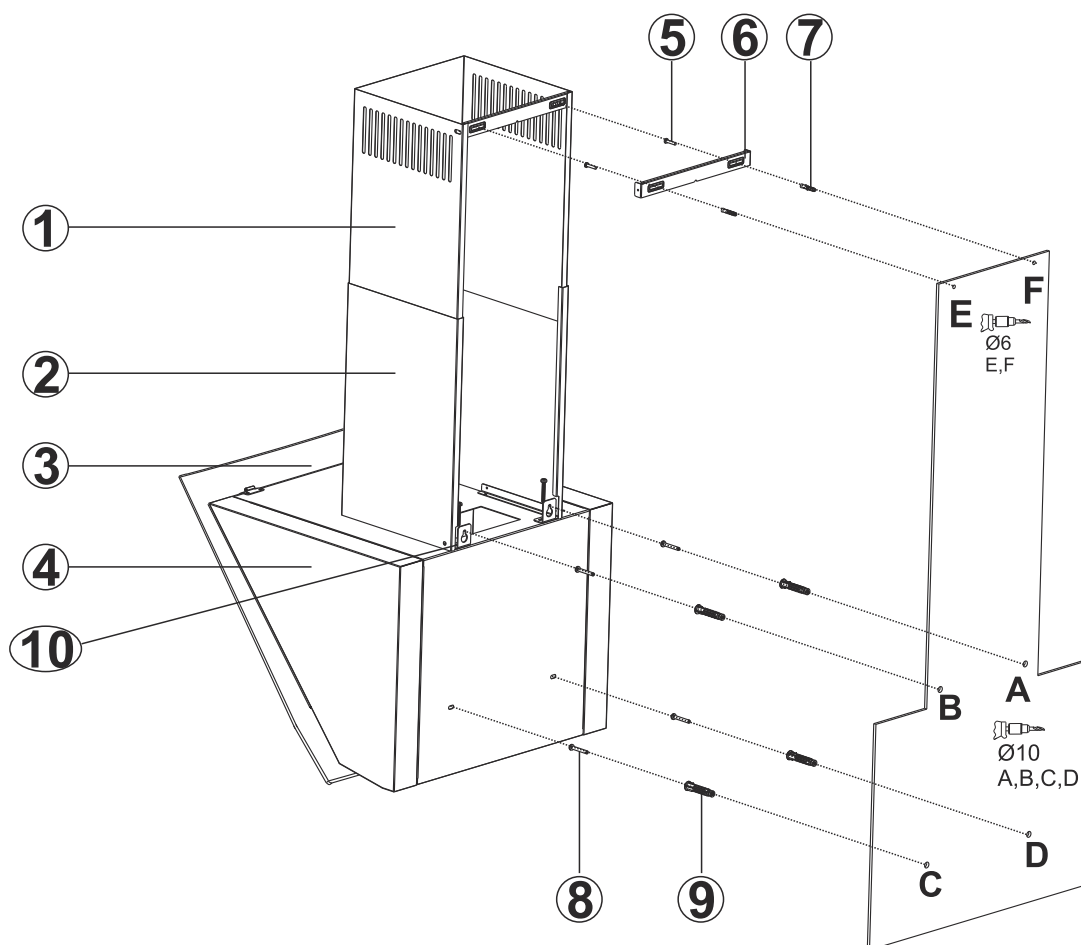

Fig. 8
- Fäst ritningen på väggen på önskad höjd av fläkten (observera våra rekommendationer gällande höjd mellan spishäll och fläkt). Märk ut punkterna A, B, C och D (Fig. 8).
- På punkterna A, B, C och D ska det borraras och tryckas i Ø10mm pluggar. Skruva därefter 2x5,5x60 skruvar i A och B-punkterna med ett avstånd på 5 mm mellan väggen och skruvhuvudena (Fig.8).
- Väggbeslaget till skorstenen (6) hålls helt intill väggen där det ska monteras. Därefter markeras punkterna E och F (Fig. 8).
- Borra punkterna E och F med Ø6mm borr och tryck i Ø6mm pluggar. Montera väggbeslaget till skorstenen med 3,9x22-skruvar (Fig. 8).